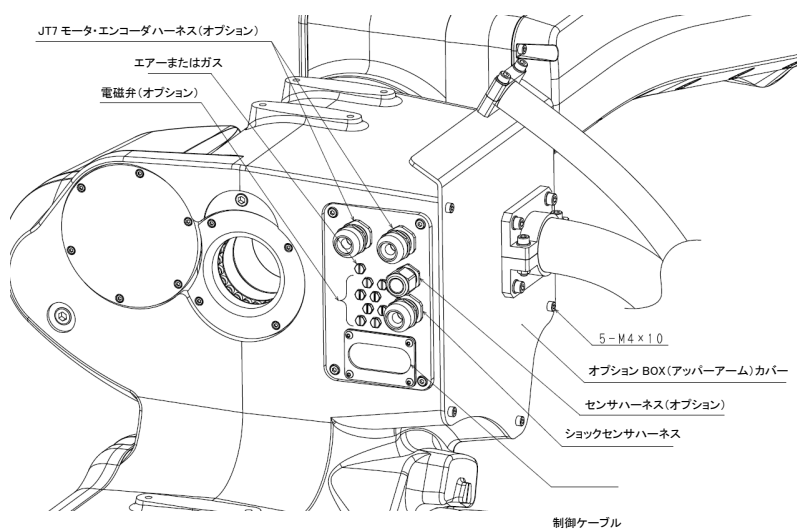

図 1.10 オプション BOX(アッパーアーム)の外観 (BA013N/L)
1. 図1.10を参考に上部アームにあるオプションBOX(アッパーアーム)のカバーを5本の六角穴付ボルト(M4×10)を外して開けてください。
2. 図1.11を参考にオプションBOX内ケーブル付属のコネクタ(XMSA1, XMSA2)と制御ケーブル(中継)(オプション)を接続してください。また、図1.10のエアまたはガスの配管系統にワンタッチ継手(オプション)、ガスホース(オプション)、ワンタッチ継手(オプション)、異径ニップル(オプション)を取り付け、ワイヤ送給装置のガスホースと接続してください。